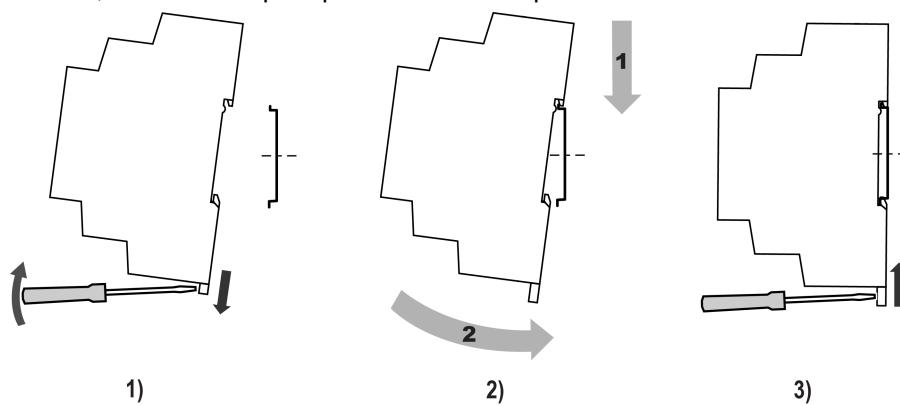

**Рисунок 5.1 – Габаритные размеры прибора**
- Подготовить на DIN-рейке место для установки прибора в соответствии с размерами прибора (см. рисунок 5.1).